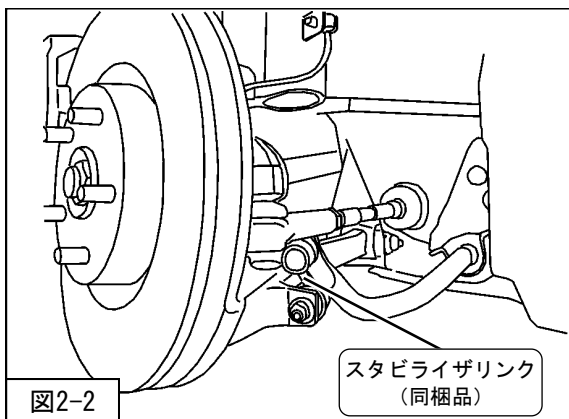

図2-2
2. ワッシャ (同梱品) をスタビライザリンク (同梱品) に取付け、ナット (M12・同梱品) (締付トルク: 60N・m) を取付けてください。(図2-2・図2-3)